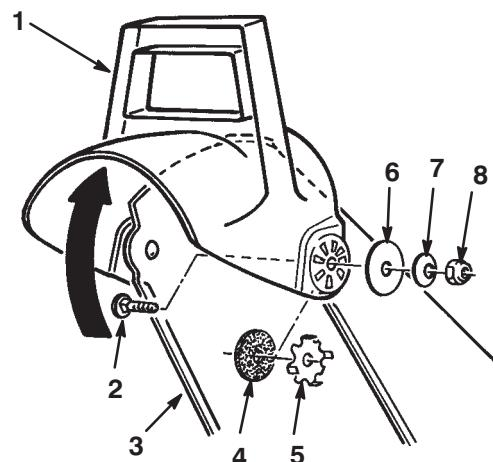

Bild 11
2. Befestigen Sie die linke Seite des Alenklechs mit den im Bild 11 gezeigten Teilen am Auswurfkanal.